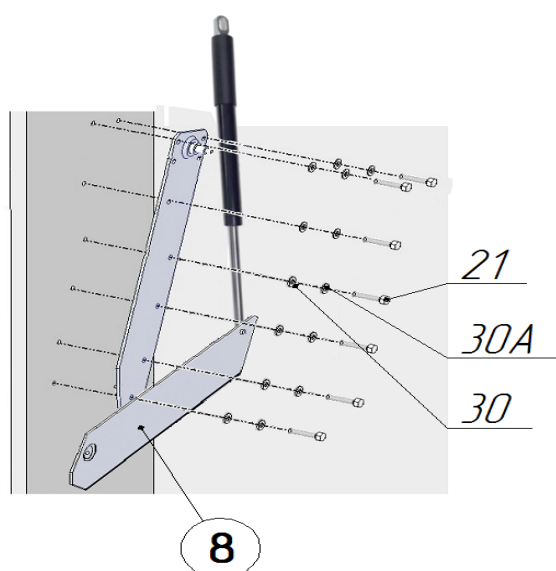
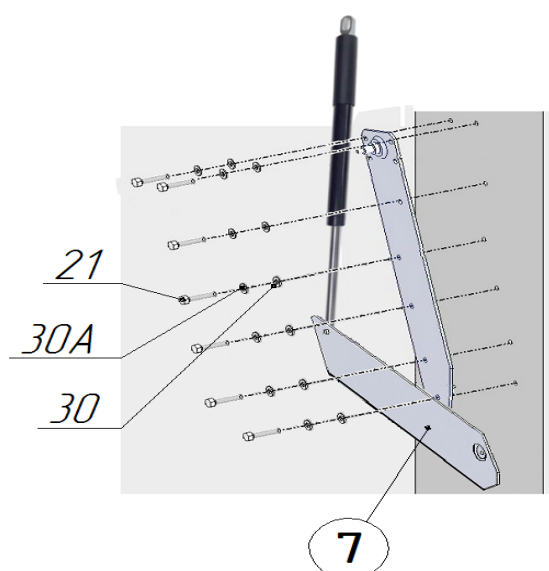

Рис.4.1 Слева
Рис.4.2 Справа
10) Присоединить к боковинам короба механизмы подъёма поз.7 и 8, используя болт М8х25 поз.21, шайбы $\varnothing 8 \times 18$ поз.30, шайбы стопорные d8 поз.30А (рис.4.1 и 4.2).
ВНИМАНИЕ!!! ШАЙБА СТОПОРНАЯ d8 ПОЗ. 30А ДОЛЖНА НАХОДИТЬСЯ МЕЖДУ ШАЙБОЙ $\varnothing 8 \times 18$ ПОЗ.30 И ГОЛОВКОЙ БОЛТА ПОЗ.21 (СМ. РИС. 4.1 И 4.2).
26) Приложить кожух левый поз.35А к механизму, установленному слева (рис.4.1). Кожух располагать так, чтобы он опирался на наклонную и верхнюю кромки механизма (рис.13.1). Завернуть шурупы поз.37 в отверстия до упора. Ту же операцию произвести с кожухом правым поз.35 (рис.4.2 и 13.2).